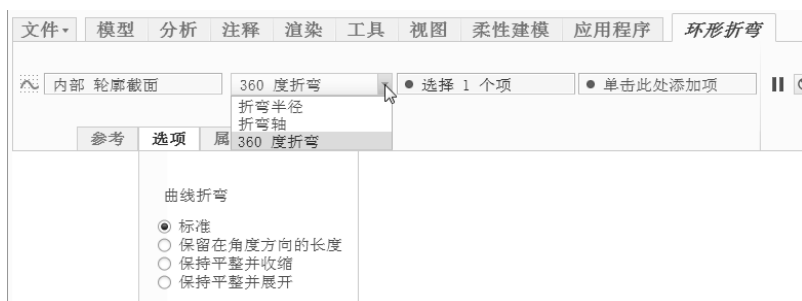

图 6-140 选择“360 度折弯”选项
8) 在“环形折弯”选项卡的一个下拉列表框中选择“360 度折弯”, 如图 6-140 所示。